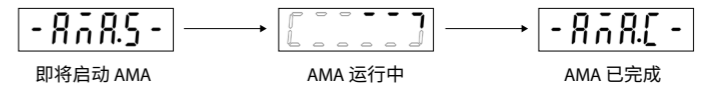

图 7: AMA 状态指示
- 将参数 P4.2.1.3 AMA 模式设为 [1] 启用完整 AMA 或 [2] 启用精简 AMA, 主显示屏显示 # 即将启动 AMA, 请参阅图 7。